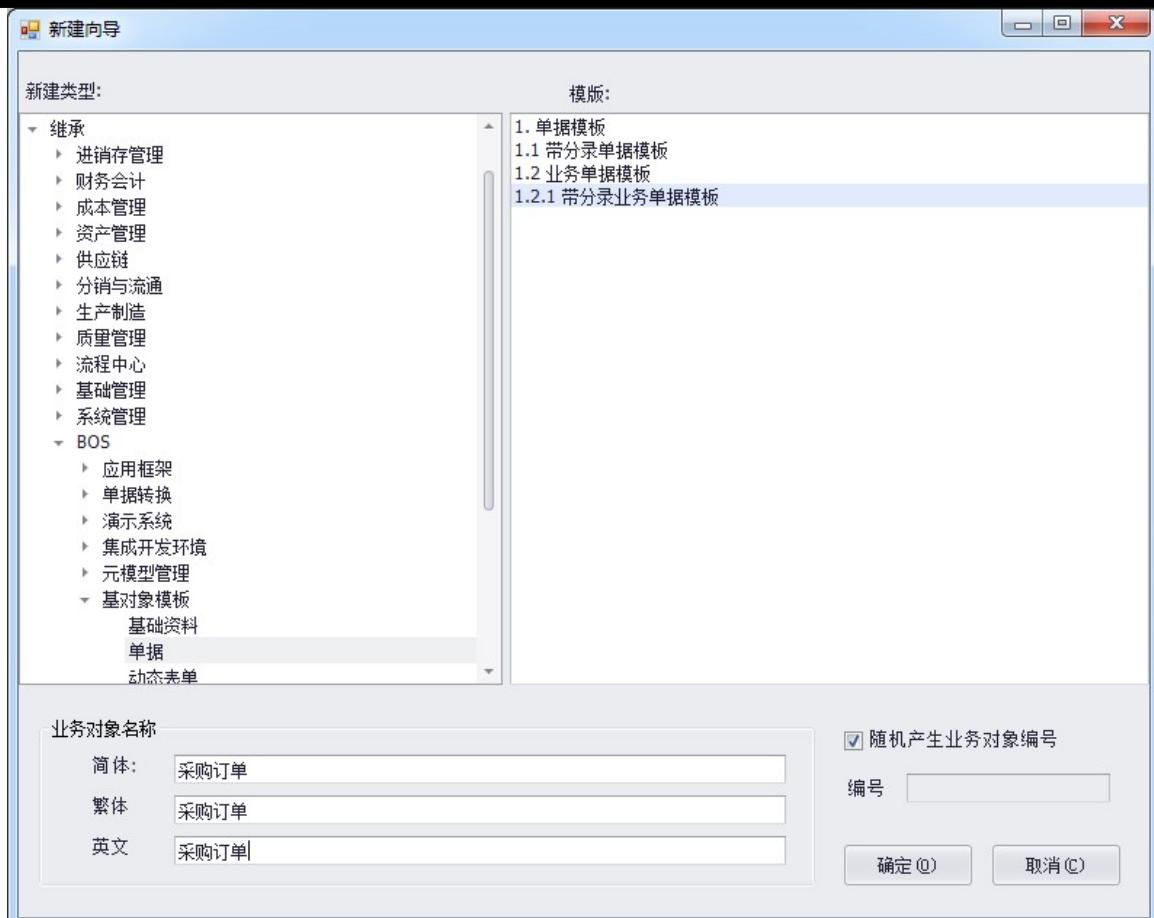

图 5-1-4 新建采购订单
- 3、由于基对象模板已经提供了单据基本的功能，所定义的采购订单选择继承的方式创建，这里选择继承“1.2.1 带分录业务单据模板”，并可以设置随机产生业务对象编号，输入单据名称为“采购订单”如图 5-1-4。